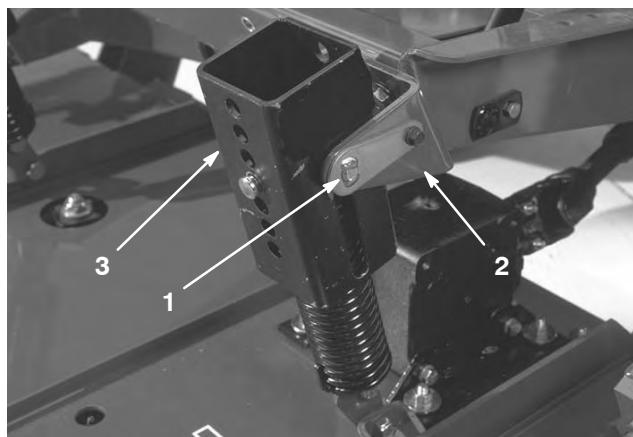

Bild 21
2. Nur Serie Groundsmaster 200: Schließen Sie das Gegengewicht von der Zugmaschine ab. Entfernen Sie die Arretierstifte aus den Halterungen, trennen Sie die Federspannungsteile von den Halterungen und legen Sie diese auf das Mähwerk. Befestigen Sie die Arretierstifte lose in den Halterungen, damit Sie sie nicht verlieren (Bild 21).